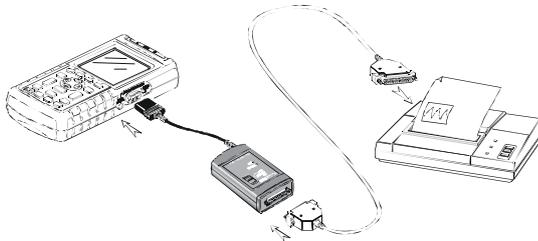

Abbildung 7-2. Anschließen eines parallelen Druckers
- Das Druckeradapterkabel (PAC91, separat erhältlich) um einen parallelen Drucker an die optische Schnittstelle OPTICAL PORT des Messgeräts anzuschließen. Siehe Abbildung 7-2.